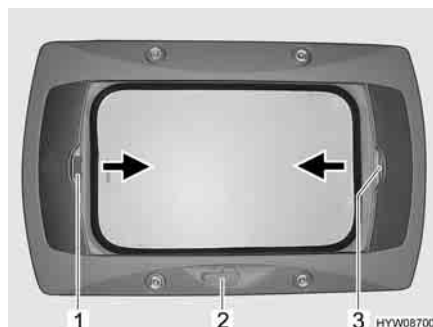

Fig. 50 Oblò a manovella
- Ruotare la manovella (Fig. 50,2) fino a quando non si incontra resistenza.
- Chiusura:* ■ Tirare la tendina oscurante pieghevole per la maniglia (Fig. 50,3) nella direzione della freccia fino alla posizione desiderata e rilasciare. La tendina oscurante pieghevole rimane in questa posizione.
- Chiusura:* ■ Tirare la zanzariera a rullo per la maniglia (Fig. 50,1) nella direzione della freccia verso la maniglia contrapposta della tendina oscurante pieghevole (Fig. 50,3) e farla innestare.
- Apertura:* ■ Tirare la maniglia della zanzariera a rullo (Fig. 50,1) dietro, verso l'alto, e sganciare la zanzariera a rullo dalla tendina oscurante pieghevole (Fig. 50,3).